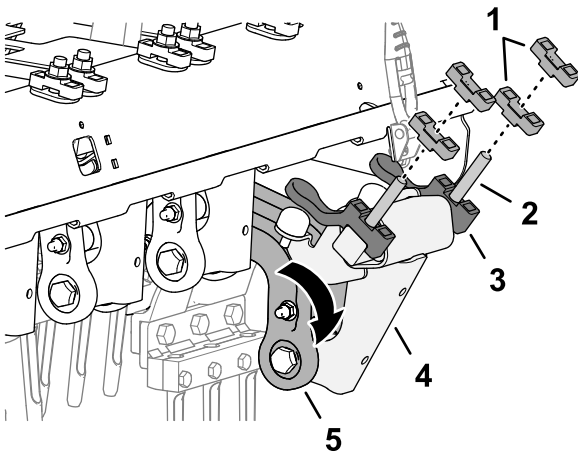

Figura 122
3. Gire hacia abajo la biela del amortiguador y el eje del amortiguador (Figura 122).